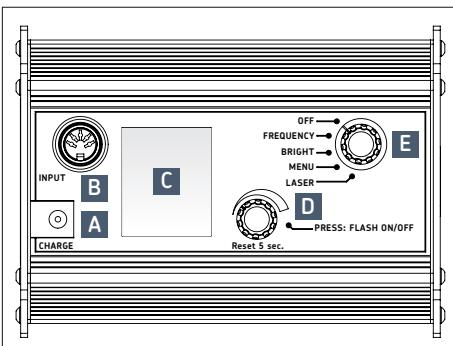

Рис.1 – Стробоскоп SKF TKRS 41
5.1 Соединительные разъёмы (→ рис. 1)
1. Зарядите устройство: вставьте зарядное устройство в гнездо CHARGE (A) на задней панели прибора (→ **рис. 1**).
2. Направьте прибор на движущийся объект и включите устройство. Поверните селекторный переключатель (E) на один шаг влево до отметки FREQUENCY.